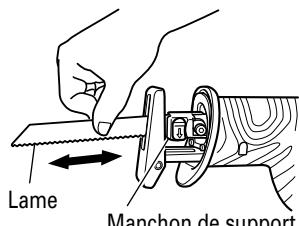

Fig. 10
- (5) De la main, tirer deux ou trois fois de suite sur le dos de la lame pour vérifier qu'elle est solidement fixée. En tirant sur la lame, l'on saura qu'elle est correctement montée si l'on entend un déclic et que le levier bouge légèrement. (Fig. 10.)